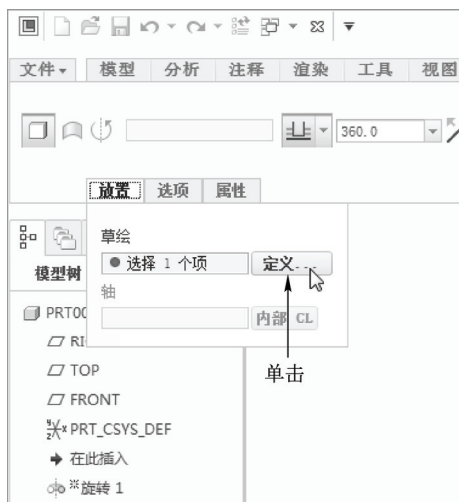

图 17-2 单击“定义”按钮
STEP 01 新建一个零件文件,单击“模型”选项卡“形状”面板中的“旋转”按钮,打开“旋转”选项卡,单击“放置”按钮,弹出“放置”下滑面板,单击“定义”按钮,如图 17-2 所示。